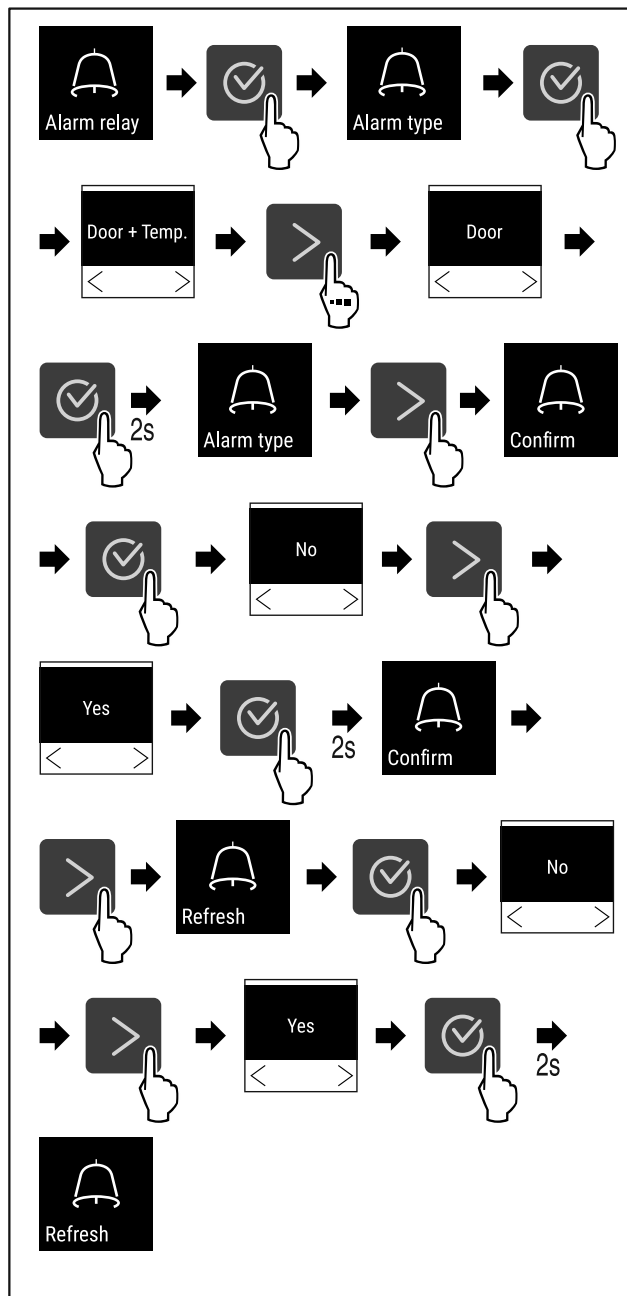

Fig. 125
- ▶ Hajtsa végre a művelet lépéseit (lásd Fig. 125) .